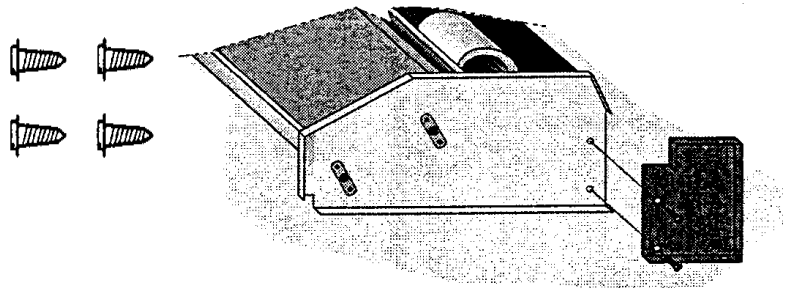

Рис.2
УСТАНОВКА (см.Рис.2)
2. Положите несущую конструкцию на ее заднюю панель и установите поддерживающие скобы (левую и правую) на соответствующую боковую панель, как показано на Рис.2.